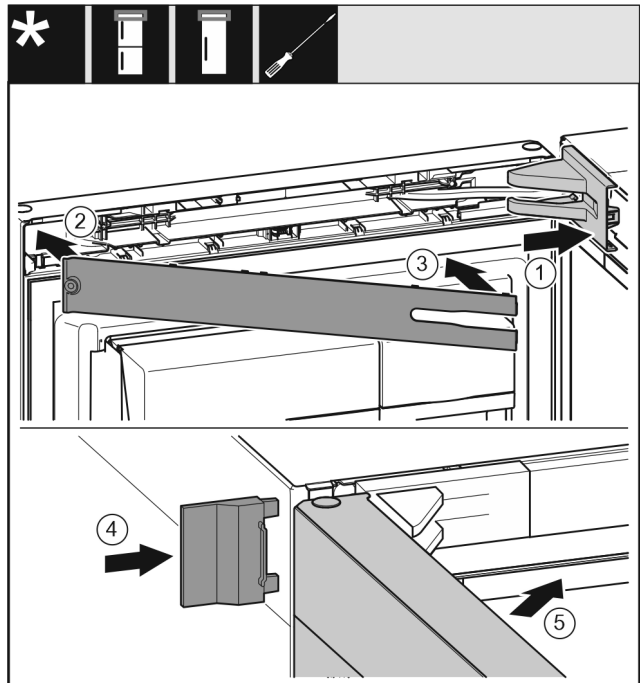

Fig. 73
- ▶ Lagerbockabdeckung Fig. 73 (1) aufsetzen und eingerasten, ggf. vorsichtig auseinanderdrücken.
- ▶ Blende Fig. 73 (2) aufsetzen.
- ▶ Blende Fig. 73 (3) einschwenken und eingerasten.
- ▶ Äußere Abdeckung Fig. 73 (4) aufschieben.
- ▶ Obere Tür Fig. 73 (5) schließen.